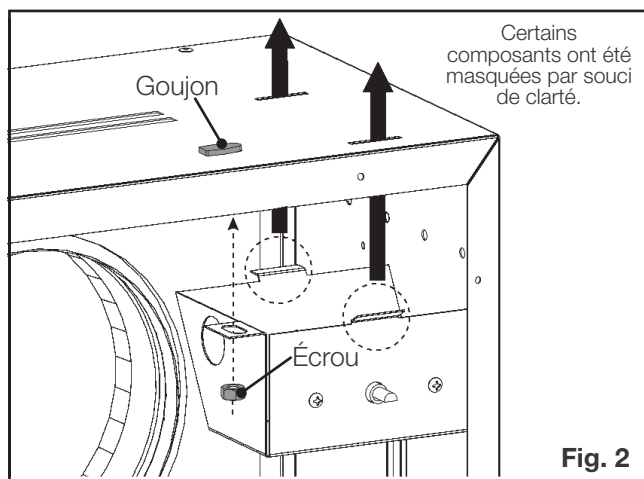

Fig. 2
16. Installez le boîtier de l'interrupteur « on/off » dans le boîtier du ventilateur en insérant les pattes dans les fentes (**Fig. 2**). Serrez l'écrou sur le goujon.